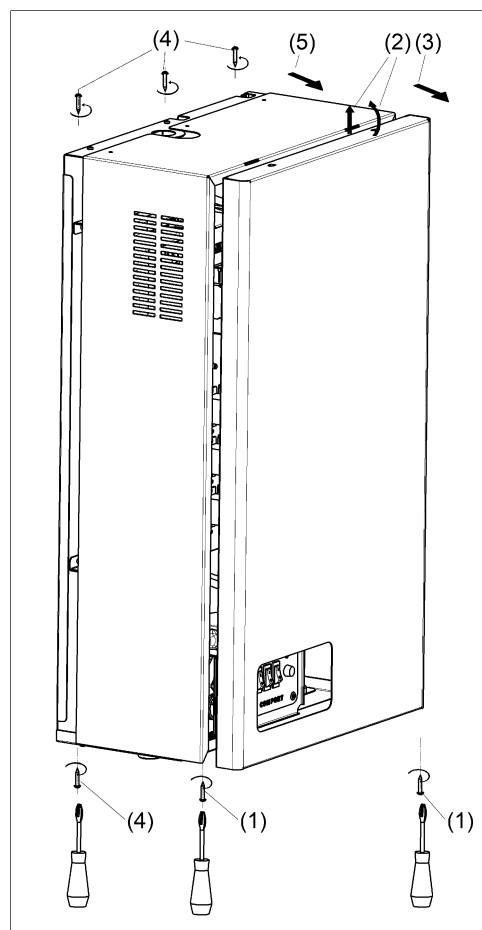

Рисунок 6. Снятие лицевой панели и кожуха
(1) Выверните два самореза с нижнего торца панели (см. рис. 6).
(2) Выдвиньте лицевую панель на себя и слегка приподнимите.
(3) Уберите панель в сторону в безопасное место.
(4) Выверните саморезы с нижнего и верхнего торца кожуха прибора.
(5) Снимите кожух.
6.3.3 Подключение прибора к электрической сети осуществляется только через внешний автоматический выключатель **QF** (см. рис. 6) с номинальным током (I_n) указанным в таблице 2.